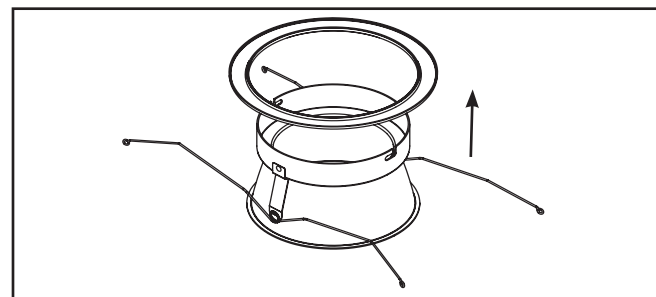

Figura 3.
1. Extraiga la moldura inferior del embalaje protector. Extraiga el plástico y deseche el anillo de la moldura. Extraiga el motor de la luminaria LED del embalaje protector (Figura 3.).